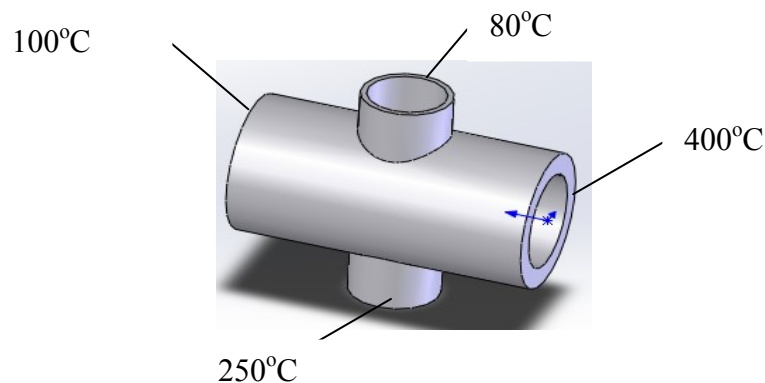
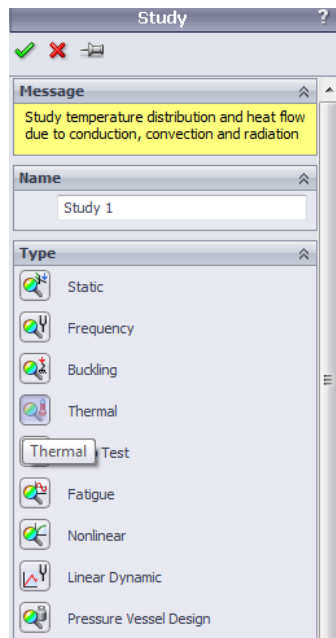
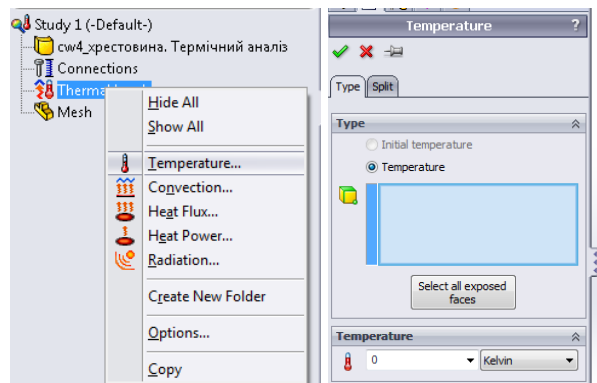

Рис. 5.1.1. Модель об'єкту дослідження
Рис. 5.1.2. Вибір термального аналізу
Рис. 5.1.3. Визначення температури
У даній роботі необхідно розрахувати температурний градієнт **хрестовини**, побудованої під час виконання л.р. №1 (CosmosWorks). Для цього необхідно відновити повну модель хрестовини. Температурні граничні умови, показано на рис.5.1.1 Потрібно визначити температурне поле об'єкту після того як закінчаться перехідні процеси, викликані прикладенням температурних граничних умов.
1. Побудуйте деталь зображену на рис. 5.1.1, відновивши повну модель хрестовини. При побудові приблизно витримайте пропорції між елементами конструкції. Площу перерізу та геометричні розміри виберіть на власний розсуд (рис. 5.1.2).
2. Створіть новий аналіз (**Study**), виберіть тип – **Термальний (Thermal)** (рис. 5.1.2). Сітка – **Сетка на твердом теле (Solid Mesh)**.
3. Температурні джерела, що прикладаються до моделі, зображено на рис. 5.1.1. Як уже вище зазначалося, що температури у термальному аналізі є аналогом переміщень статичного аналізу. Так як не сказано і не визначено ніяких коефіцієнтів конвекції на гранях, то тепло може надходити і залишати модель лише через циліндричні торці хрестовини з вищеописаними температурами. Тобто ми вважаємо, що модель має адіабатичні стінки. Для задання температури клацніть правою клавішою мишки на папці **Нагрузки/Ограничение (Loads/Restraints)**, а потім у контекстному меню виберіть **Температура (Temperature)** (рис. 5.1.3)